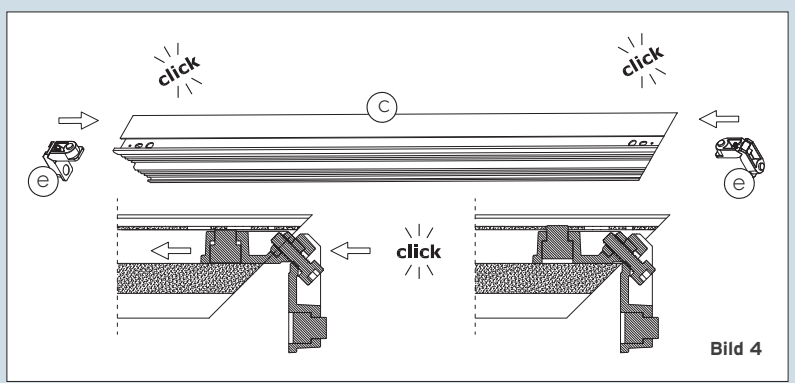

Bild 4
4. Eckverbinder im Querteil einklicken und die Eckteile einsetzen (Bild 4/5).